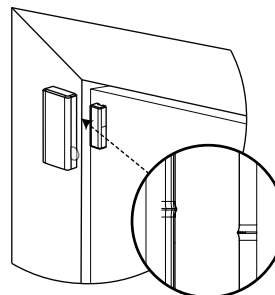
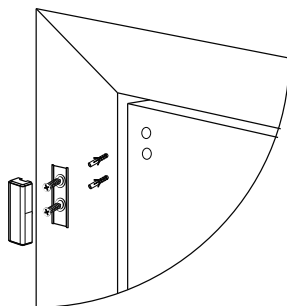

Bild 3:
Bild 6: Magnetens skruvinstallation
2. Placera enheten på en fönster- eller dörrkarm och magneten på den rörliga ytan på dörren eller fönstret, i linje med markeringarna. Se Bild 3.
3. Skruva fast magnetbasen på dörren. Rikta in den i förhållande till mottagaren. Se Bild 6 och Se Bild 3.